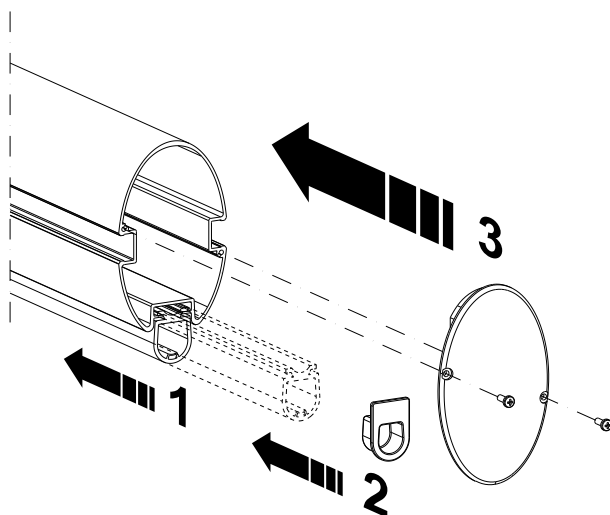

fig. 5
- 6\_ infilare il profilo antiurto in gomma, tagliare la parte in eccesso (se necessario) e chiuderlo con il proprio tappino. Procedere al montaggio del cordone luminoso a led, se presente (vedi istruzioni relative), quindi montare il tappo asta fissandolo con le viti fornite (fig. 5);
- 6\_ Insert the rubber shockproof profile, cut any excess (if necessary) and close with its cap. Fit the LED line, if present (see relative instructions), followed by the bar cap and fixing it with the screws supplied (fig. 5);
- 6\_ Setzen Sie das Gummiprofil ein, schneiden Sie (falls erforderlich) den überschüssigen Teil ab und verschließen Sie es mit der Abdeckung. Montieren Sie falls vorhanden das LED-Element (siehe entsprechende Anweisungen) und bringen Sie dann die Abdeckung der Stange mit den mitgelieferten Schrauben an (Abb. 5).
- 6\_ enfiler le profil antichoc en caoutchouc, couper l'excédent (le cas échéant) et mettre le bouchon. Monter maintenant le cordon lumineux à led, s'il est présent, (voir instructions), et monter ensuite le bouchon de la tige en le fixant avec les vis fournies (fig.5)
- 6\_ Introduzca el perfil paragolpes de goma, corte la parte excedente (si fuera oportuno) y ciérrelo con su tapón. Monte la tira luminosa de led, si estuviera disponible (véanse instrucciones adjuntas), después monte el tapón del asta fijándolo con los tornillos entregados (fig. 5);
- 6\_ introduzir o perfil anti-choque de borracha, cortar a parte em excesso (se necessário) e fechá-la com a sua tampa. Efetuar a montagem do cordão luminoso de leds, se presente (ver as relativas instruções) e, em seguida, montar a tampa da haste fixando-a com os parafusos fornecidos (fig. 5);